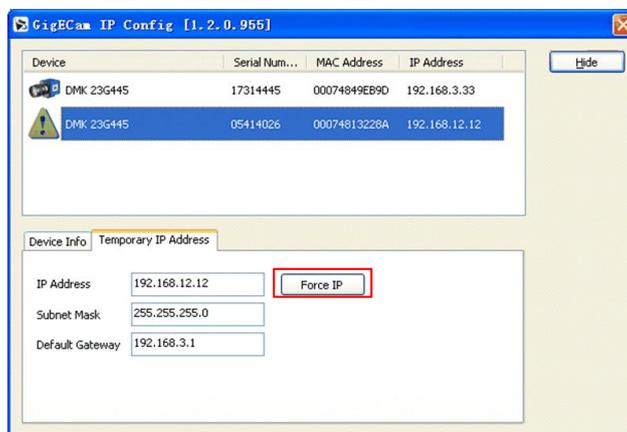

图 4-8 设置相机 IP
5、点击 ForceIP，强行设置相机的 IP，使其 IP 与网卡 IP 在同一网段，并设置其子网掩码和默认网关与网卡一致，如图 4-8 所示：